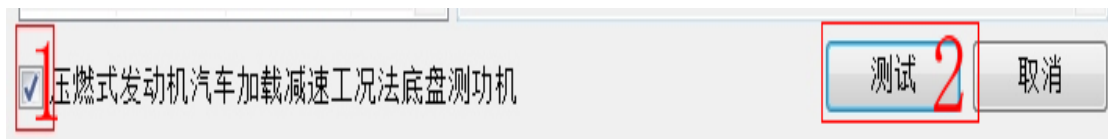
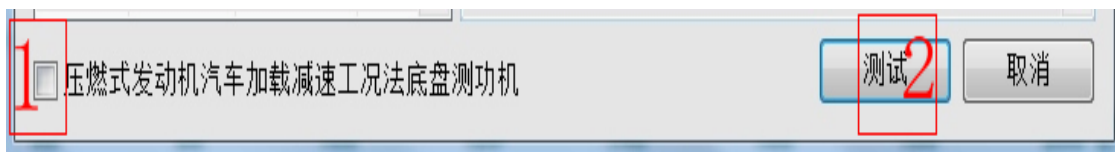

图 4.42
图 4.43
(2)、变功加载测试有两个测试项目，“勾选”再点击“测试”（见图 4.42），则进行 72.4~16.1km/h 段的变载荷加载滑行测试；“不勾选”再点击“测试”（见图 4.43），则进行 48.3~16.1km/h 段的变载荷加载滑行测试。